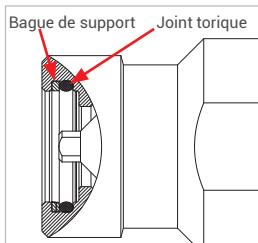

Figure 13
- ▶ Avant d'installer l'insert d'about (pos. 7), vérifiez que les deux composants d'étanchéité (joint torique et bague de support, *Figure 13*) respectent l'ordre de montage, sont bien positionnés et intacts.